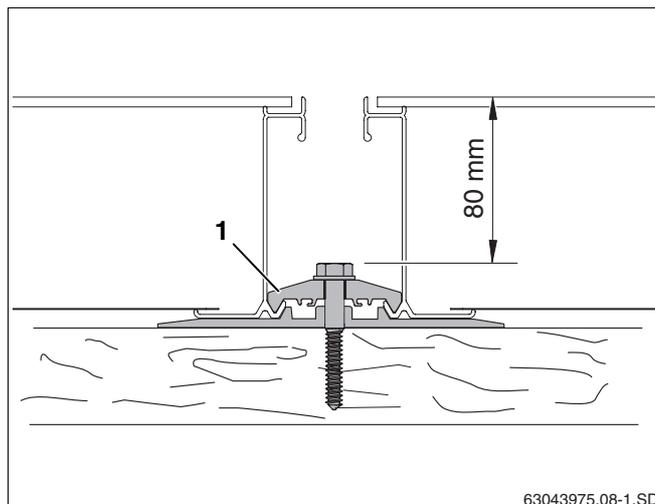

Fig. 28 Avvitamento del giunto di collegamento bilaterale
- Serrare la vite del giunto di collegamento bilaterale (fig. 28, **pos. 1**). Per far ciò, utilizzare una chiave a tubo SW10 con una lunghezza di almeno 80 mm.